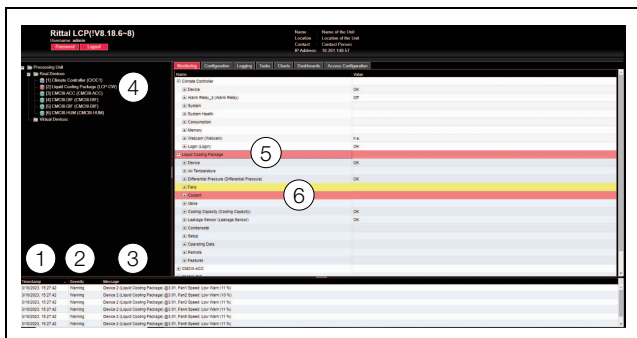

Imagen 131: Estructura de la indicación de notificación
1. Timestamp: fecha y hora, cuando se ha producido el error (imagen 131, pos. 1).
2. Severity: gravedad del error ocurrido. Se distinguen diferentes advertencias («Warning») y alarmas («Alarm») (imagen 131, pos. 2).
3. Message: indicación de errores en forma de texto (imagen 131, pos. 3).
- Zona izquierda (zona de navegación): el símbolo del componente que presenta un error cambia a color rojo en la zona de navegación cuando se trata de una indicación de alarma y a color amarillo en caso de indicación de advertencia (imagen 131, pos. 4).
- Zona derecha (zona de configuración): en la pestaña **Monitoring** tanto el componente como el parámetro especial, para el cual se ha generado la advertencia o la alarma, cambia a color rojo o amarillo (imagen 131, pos. 5 y 6).